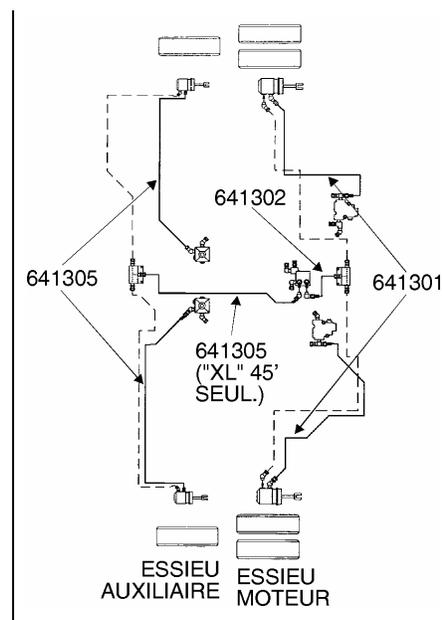

FIGURE 5
**B.** La figure 5 représente les boyaux de freins qui doivent être remplacés (les numéros de pièce des boyaux qui doivent être utilisés sont identifiés sur la figure). Chacun de ceux-ci doit être remplacé selon la démarche décrite à l'étape **A**.
**Remarque:** Pour les véhicules "XL" 40', le boyau qui relie la soupape relais du frein de stationnement au collecteur des freins de stationnement de l'essieu auxiliaire (Fig. 5), ne doit pas être changé.